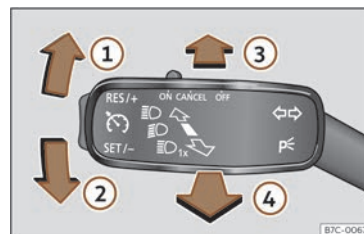

Fig. 89 Palanca d'intermitents i de llum de carretera.
- Des de la posició base, premeu cap endavant la palanca dels intermitents i llum de carretera »» fig. 89 ③.
- **O BÉ:** amb el llum de carretera connectat, estireu cap enrere la palanca dels intermitents i del llum de carretera »» fig. 89 ④.